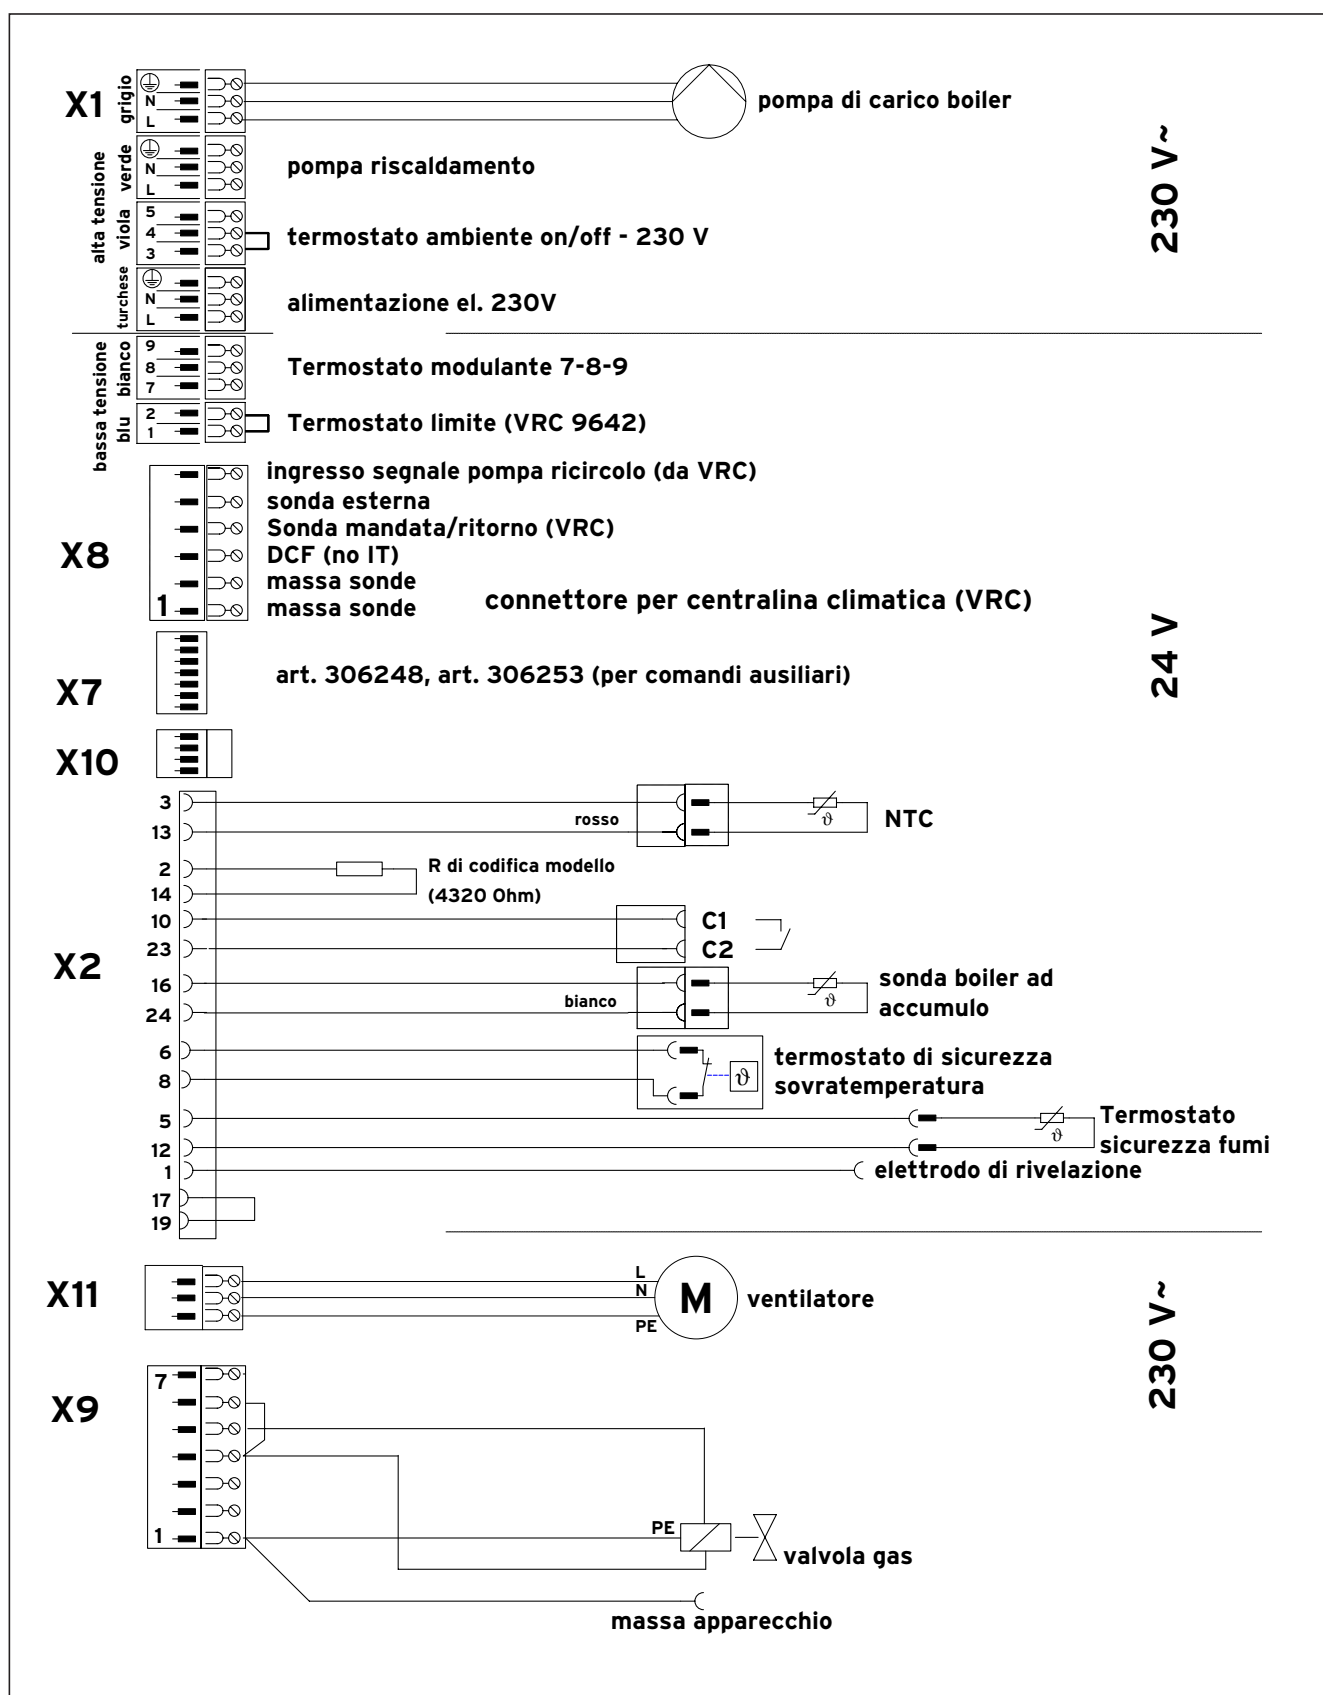

Fig. 4.5 Collegamenti elettrici dell'turboVIT combi
- Collegare i conduttori di rete al connettore Pro E (v. Fig. 4.5 e 4.6).